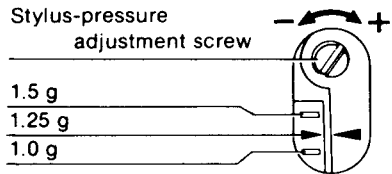

Fig. 20
- **Justieren Sie die Auflagekraft in dem folgenden Fällen** (Siehe Abb. 20)
Mettre au point la force verticale d'appui de la pointe de lecture dans les cas suivants. (Voir Fig. 20.)